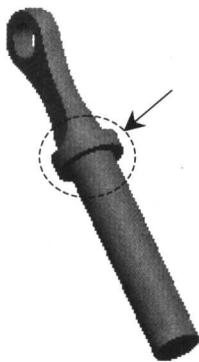
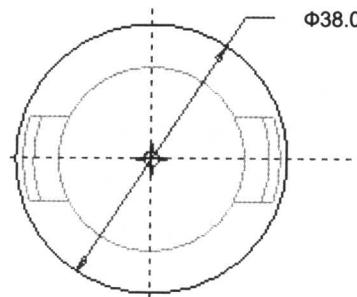

图 1.1.12
图 1.1.13
Step8. 创建如图 1.1.12 所示的实体拉伸特征，相关操作如下。
(1) 选择 Insert (插入) \rightarrow Extrude... (拉伸) 命令。
(2) 在出现的操控板中选取拉伸类型：单击实体类型图标 \square 。
(3) 定义草绘截面放置属性。
① 单击操控板中的草绘图标 \square 。
② 设置草绘平面：选择 DTM1 基准面作为草绘平面。
③ 设置草绘视图方向：采用模型中默认的黄色箭头的方向为草绘视图方向。
④ 指定草绘平面的参照：选取 TOP 基准面作为草绘平面的参照。
⑤ 指定草绘平面参照的方位：选取 Top (顶) 作为草绘平面参照的方位。
⑥ 完成草绘截面放置属性：单击草绘截面放置属性定义窗口中的 Sketch 按钮。
(4) 创建特征截面：绘制如图 1.1.13 所示的特征截面，完成后单击图标 \checkmark 。
(5) 选取深度类型及其深度：在操控板中，选取深度类型 \pm ，再在深度文本框中输入深度 10。